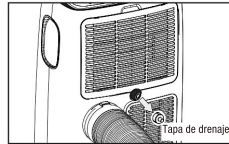

Fig. 27
Drenaje Manual (Fig. 27)
2. Retire la tapa de drenaje (Fig. 27). Mientras se realiza esta operación, se puede derramar un poco de agua residual, así que tenga un recipiente para recoger el agua.